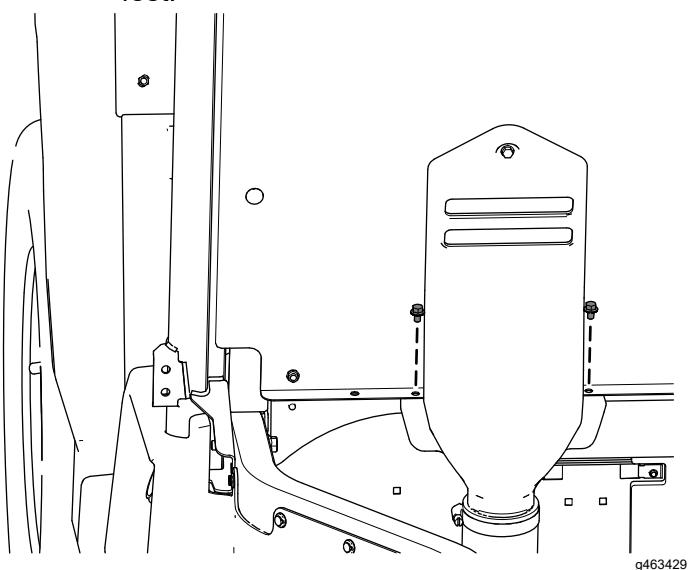

Bild 67
- G. Befestigen Sie die Unterseite der CVT-Ansaughaube mit den beiden zuvor entfernten Bundkopfschrauben ($\frac{1}{4}$ " x $\frac{3}{8}$ ") an der Sitzplatte, wie in Bild 67 dargestellt.